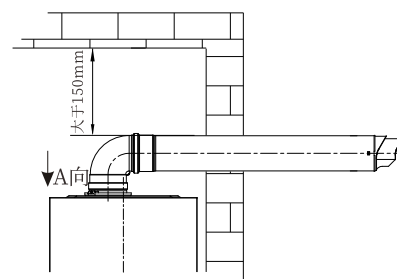

图3.6a
- (1) 同轴烟道的安装要严格按照CJJ12-99及其它相关标准操作，烟道出口位置与周围建筑物开口的距离选择也要符合其标准要求，如图3.6a所示。
- (2) 为防止同轴烟道上的排气孔和进气孔被堵塞，应将同轴烟道伸出墙外。
- (3) 同轴烟道安装接触或穿过房屋墙壁的管道时，相对环境的表面温升应小于等于60K，当该温升超过60K时，应在同轴烟道通过易燃材料组成的墙体时；必须覆盖厚度在20mm以上的不燃耐高温材料围护，确保墙体表面温升小于等于60K。
- (4) 同轴烟道与其穿过的墙壁上的圆孔之间的间隙，不得用水泥类东西填充，请使用随机附件的烟道法兰密封，否则不利于维修操作。
- (5) 同轴烟道的外表面应与上面的建筑物相距45mm以上。
- (6) 若使用加长管，所有的接口处必须密封，不得使废气漏入室内。
- (7) 烟道口位置必须位于不会造成公害的地方。
- (8) 壁挂炉必须与同轴烟道连接且须导出室外（如3.6b），没有烟管，停止壁挂炉运行。
- (9) 排烟温度最高可达到90°C，因此使用排烟管时应注意其材质能否在该温度下长期运行。
- (10) 由于排烟管具有一定的温度，因此不可连接到易受热变形管道上（如不耐高温的塑料管和内部有涂层的管道）。